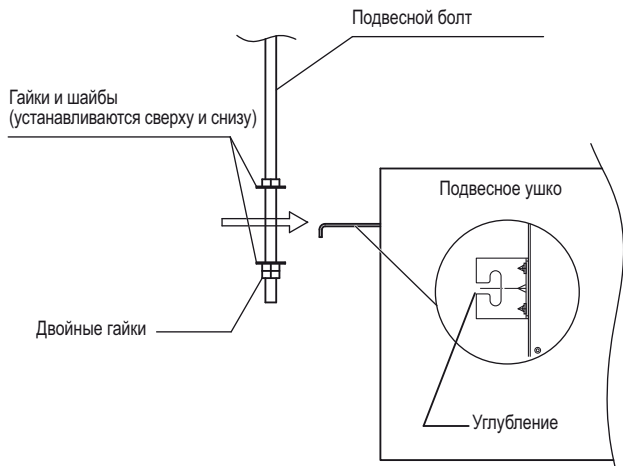

Рис.3-5
- (3) Закрутите 3 шестигранные гайки и 2 шайбы (снабжение на месте установки) на каждый из 4 подвесных болтов (Рис. 3-5 и 3-6). Используйте 1 гайку и 1 шайбу для верхней части и 2 гайки и 1 шайбу для нижней части, чтобы блок не соскочил с подвесных ушек.